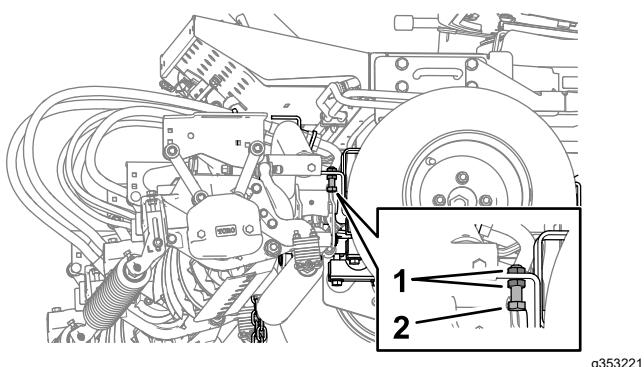

图 28
1. 在机器两侧松开锁紧螺母并拧松提升臂止动螺栓 图 28。